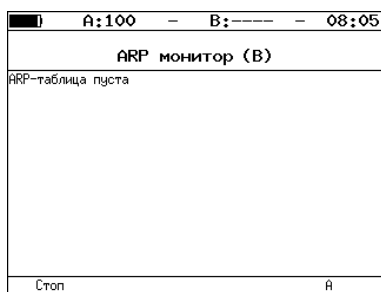

Рис. 7.75. Меню «ARP монитор»
2. Перейти в меню «ARP монитор» (см. рис. 7.75).